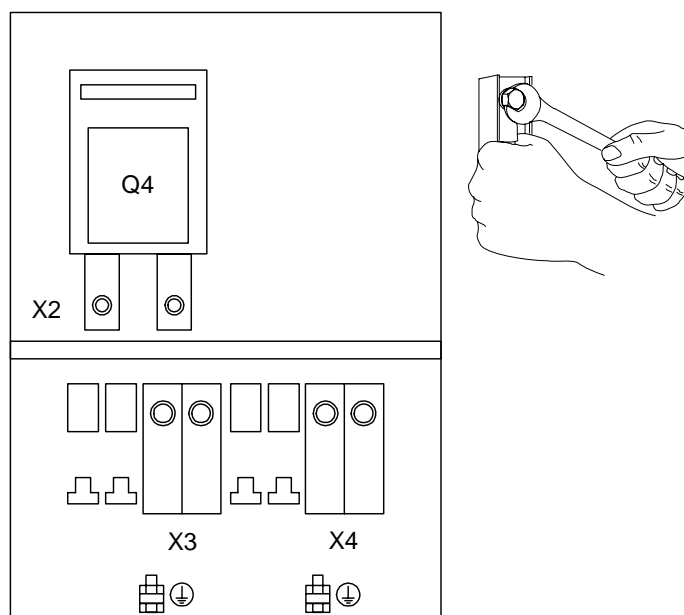

Fig. 13 Champ de raccordement de l'onduleur
Les bornes de raccordement et de mise à la terre sont conçues de façon similaire pour tous les appareils Protect 5. Inv1/xxx (voir fig. 13).
- Fixer les câbles en fixant les cosses de câble (voir fig. 13) avec une clé à fourche sur les barres de cuivre correspondantes.
- **Fixer les raccordements de conducteurs de protection (PE)** sur les cadres marqués.